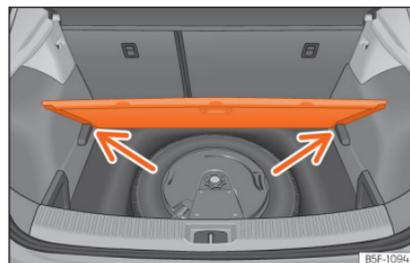

Abb. 192 Gepäckraum: variabler Gepäckraumboden
- Legen Sie den Gepäckraumboden auf die dafür vorgesehenen Aufnahmen » Abb. 192 (Pfeile).